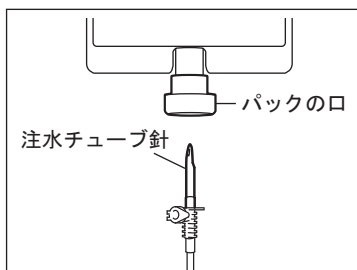

図 10
- 2) 注水チューブ針を生理食塩水パックの口に差し込んでください。(図10)